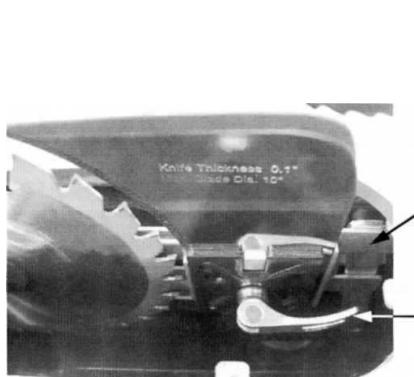

рис. 14
- Потяните ручку (А см. рис. 14) и снимите расклинивающий нож, делая заметки, в каком направлении расклинивающий нож должен быть подвинут с целью приведения
4. Затяните винты (E) в отверстиях.
5. Повторно вставьте расклинивающий нож; сожмите фиксирующую ручку (A, рис. 14) и проверьте расстояние между пильным диском и расклинивающим ножом от 3 мм до 8 мм (илюстрация 16).